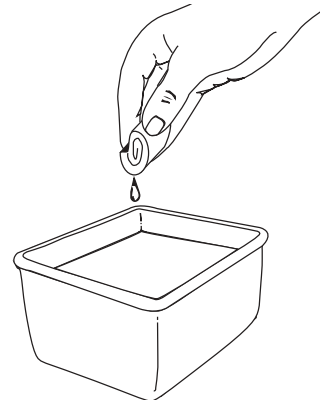

Fig. 23
3. Lavare il filtro con del detergente e dell'acqua (Fig. 23). Sciacquarlo delicatamente e sgocciarlo. Lasciarlo asciugare completamente.